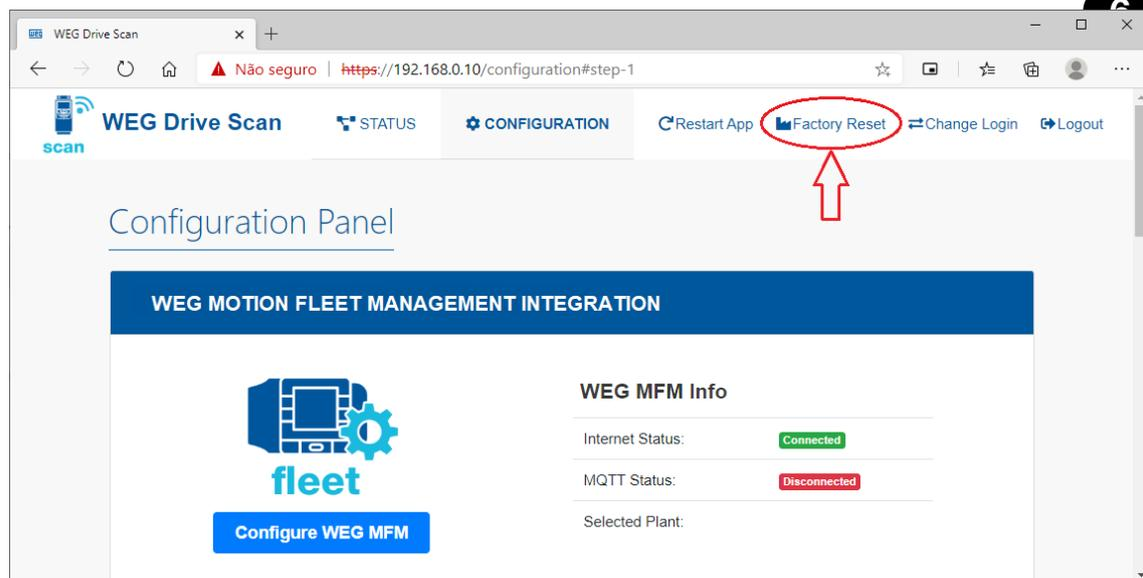

Figura 6.20: Comando de reset padrão de fábrica do Drive Scan
- utilize a opção de resetar para o padrão (Figura 6.20);